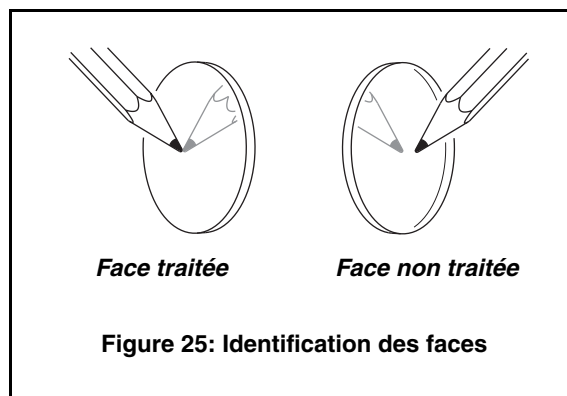

Figure 25: Identification des faces
4. Consultez la Figure 25. Tournez la roue de couleur **A** jusqu'à ce que le filtre à remplacer **B** soit accessible par les deux côtés de la roue. Portez des gants de coton et maintenez le filtre par son bord extérieur entre le pouce et l'index. Tirez légèrement le bord du filtre vers le haut puis dégagez délicatement le filtre de son clip et retirez-le complètement. Stockez les filtres sur une surface propre et douce ou dans un rack à filtres.
5. Pour insérer un filtre de couleur, tournez le filtre pour orienter sa surface traitée vers la lampe. Pour identifier cette face (voir Figure 25), placez un objet contre le filtre. On distingue un petit espace entre l'objet et son image sur la face non traitée.